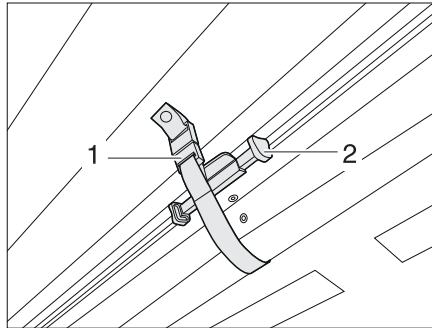

Fig. 15 Aseguramiento del estor plegable de la luna delantera
**Aseguramiento:** ■ Empujar el estor plegable de la luna delantera con el tirador (Fig. 15,2) hacia arriba, hasta que engatille. Asegurar con la cinta de cierre (Fig. 15,1). El estor plegable está asegurado.